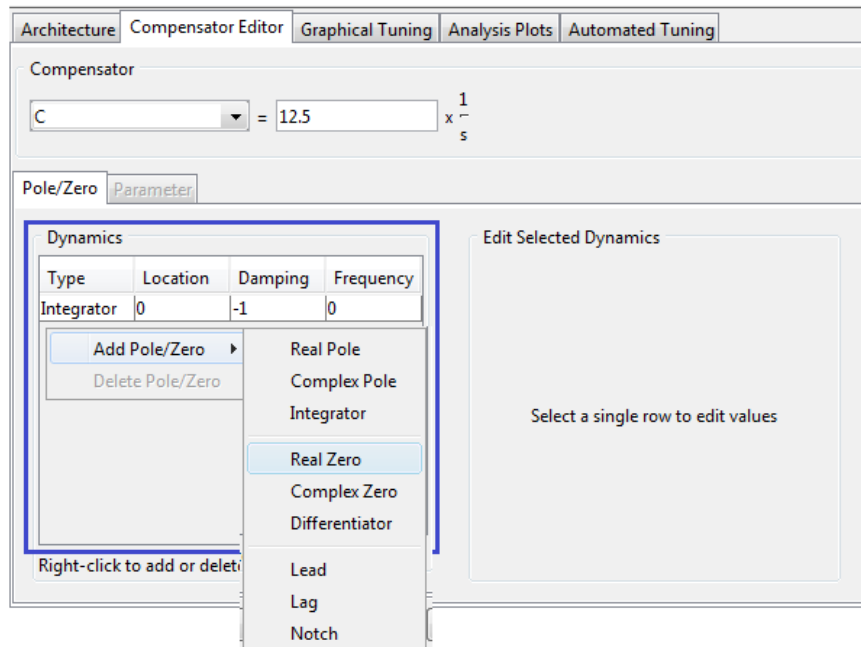

Figura 30. Inserción cero real Posición.
- Inserte un Cero Real en el sistema haciendo click derecho sobre recuadro *Dynamics* de color azul de la Figura 30, escoger Add-Pole/Zero y luego en Real Zero.